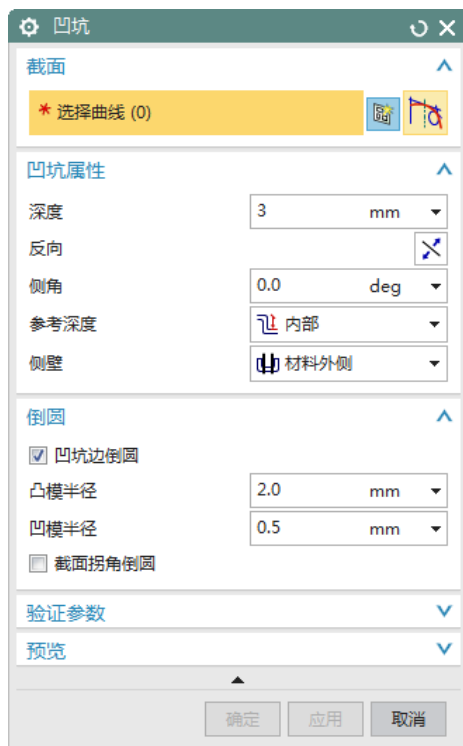
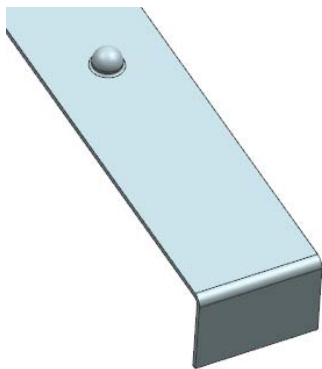

图 4-154 “凹坑”对话框
图 4-158 创建凹坑特征
(1) 选择“菜单(M)”→“插入(S)”→“冲孔(H)”→“凹坑(D)”，或者单击“主页”选项卡“凸模”面组上的“凹坑”按钮，打开如图 4-154 所示的“凹坑”对话框。
(2) 在如图 4-154 所示对话框中, 单击“绘制截面”按钮 , 打开“创建草图”对话框。
(5) 在如图 4-154 所示对话框中, 设置“深度”为 3, “侧角”为 0, “参考深度”为“内部”, “侧壁”为“材料外侧”。勾选  凹坑边倒圆 复选框, 设置“凸模半径”和“凹模半径”分别为 2 和 0.5。单击  按钮, 创建凹坑特征, 如图 4-158 所示。